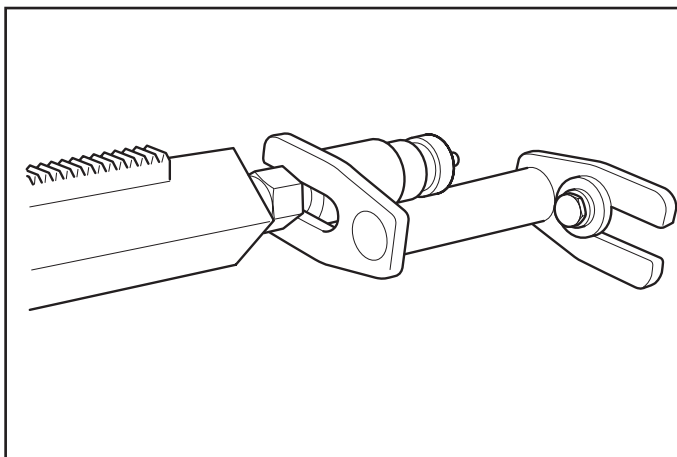

Fig. 9
- 9. Per fissare ulteriormente la colonna di foratura si può utilizzare l'attacco a espansione accessorio (fig. 9). Regolare l'attacco rispetto alla vite del montante e fissarlo alla parete con un bullone a espansione. Fissare con il dado di bloccaggio da 30 mm.
- 9. Zur zusätzlichen Sicherung der Bohrsäule kann die Expanderhalterung (Zubehör) verwendet werden (Abb. 9). Die Halterung wird an die Stempelschraube angepasst und mit einer Spreizschraube in der Wand fixiert. Mit 30-mm-Sicherungsmutter sichern.
- 9. Pour attacher de manière encore plus sûre le poteau de forage, une fixation d'expansion (équipement supplémentaire) peut être utilisée (Fig. 9). La fixation est réglée contre la vis du poteau et attachée au mur à l'aide d'un boulon d'expansion. Consolider à l'aide d'un contre-écrou de 30 mm.
- 9. Om de boorkolom nog meer te zekeren, kan de extra bevestiging (extra accessoire) worden gebruikt (Fig. 9). De bevestiging wordt afgesteld op de kolombout en met een bout op de wand gefixeerd. Zeker met borgmoer 30 mm.